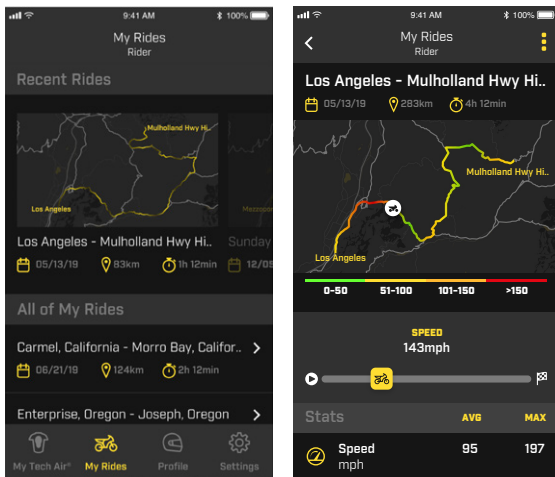

Figuur 19
Tijdens het rijden is de modus "SYSTEEM AAN" actief en heeft de gebruiker om veiligheidsredenen geen toegang tot de meeste functies van de App. Als het systeem moet worden uitgeschakeld door de gebruiker, zoals tijdens een zware off-road rijssessie, kan het systeem worden uitgeschakeld met behulp van het schuifpictogram op de App (zoals getoond in Figuur 19). Om het systeem weer in te schakelen, opent en sluit u de activeringsrits (1).
In het geval van implementatie toont de App de relevante status met de tekst "SYSTEM DEPLOYED" zoals weergegeven in Figuur 19.